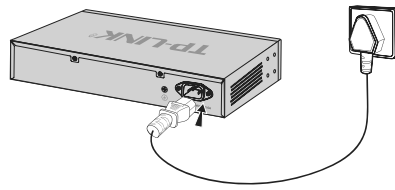

图3-2 电源线连接示意图
2. 交换机原装电源线连接交换机与电源插座，如**图3-2**所示。